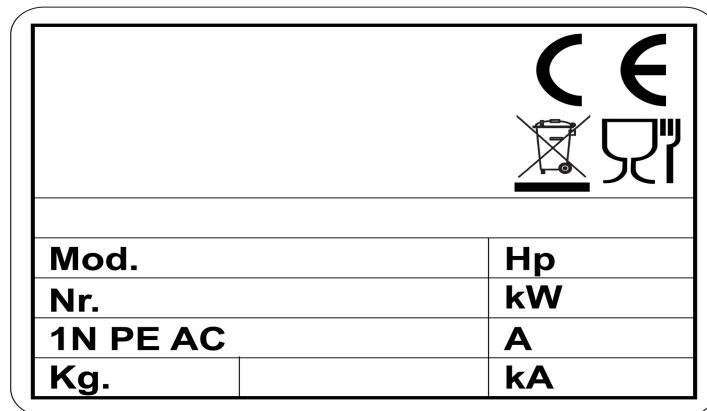

Fig.1 – Abb.1
Wir bitten Sie, diese Bedienungsanleitung sorgfältig zu lesen und gut auf zubewahren, damit Sie bei evtl. Rückfragen jederzeit darin nachschlagen können. Bevor Sie das Gerät anschließen, vergewissern Sie sich, dass die auf dem Typenschild aufgeführten technischen Angaben mit Spannung und Frequenz Ihres Stromnetzes übereinstimmen (Abb.1). Vor jeglichem Eingriff an dem Gerät ist der Netzstecke zu ziehen. Die Installation hat durch qualifiziertes Fachpersonal gemäss den Anweisungen des Herstellers und unter Beachtung der geltenden Gesetze zu erfolgen. Das Gerät ist unter einer Absaugkappe aufzustellen, deren Merkmalemti den Normen UNI-CIG 7129 und 8723 übereinstimmen. Dieses Gerät darf nur vor das Backen von Speisen in Öl verwendet werden. Der Hersteller lehnt jede Haftung ab, für:
1. Das technische Typenschild ist auf der Geräterückseite angebracht (Abb.1).
Lea atentamente las advertencias de este manual. Conserve este manual para futuras consultaciones. Antes de conectar el aparato, asegúrese de que los datos indicados en la placa de características (fig. 1) correspondan a aquellos de la red eléctrica. Antes de efectuar alguna operación, aísle el aparato de la red eléctrica. La instalación tiene que ser efectuada por personal calificado de acuerdo con las instrucciones del fabricante y las normas vigentes.
1. La placa de características está instalada en la parte trasera del aparato (fig.1).